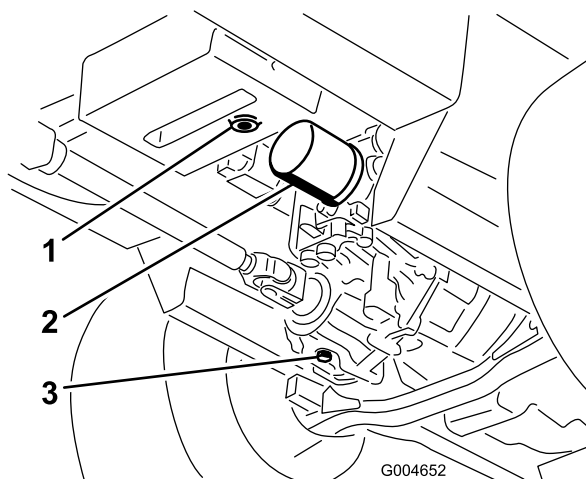

Figura 73
3. Coloque un recipiente grande debajo del depósito de aceite hidráulico y el alojamiento de la transmisión y retire los tapones; deje que se vacíe todo el aceite hidráulico (Figura 73).
4. Limpie la zona alrededor del filtro de aceite hidráulico y retire el filtro (Figura 73).